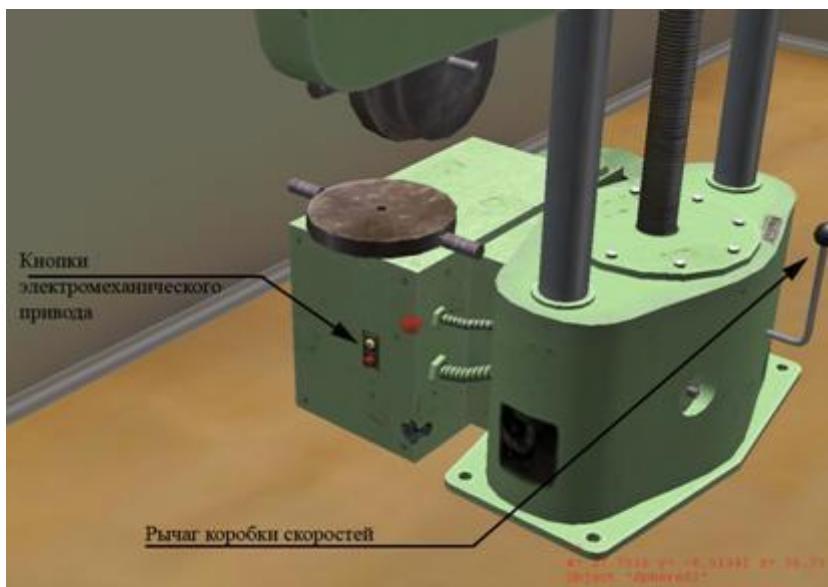

Рис. 6. Кнопки электромеханического привода и рычаг коробки скоростей
Относительное удлинение после разрыва δ – это отношение приращения расчетной длины образца ($l_k - l_0$) после разрушения (рис. 6.) к начальной расчетной длине l_0 , выраженное в процентах:
4. Установить передачу (рис. 6);